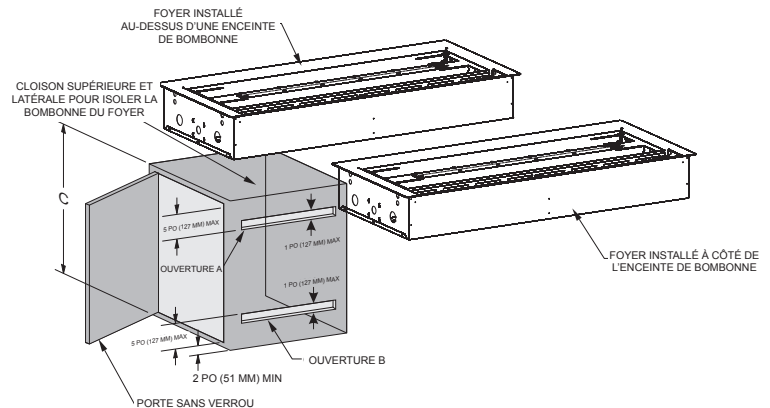

Figure 19
5. Si l'installation comprend le remisage du réservoir de Gaz Propane sous le foyer, utiliser l'ensemble de ventilation BRB en option ou se reporter aux exigences pour le remisage de la bombonne de Gaz Propane aux pages 15 et 16. **Voir Figure 19.**